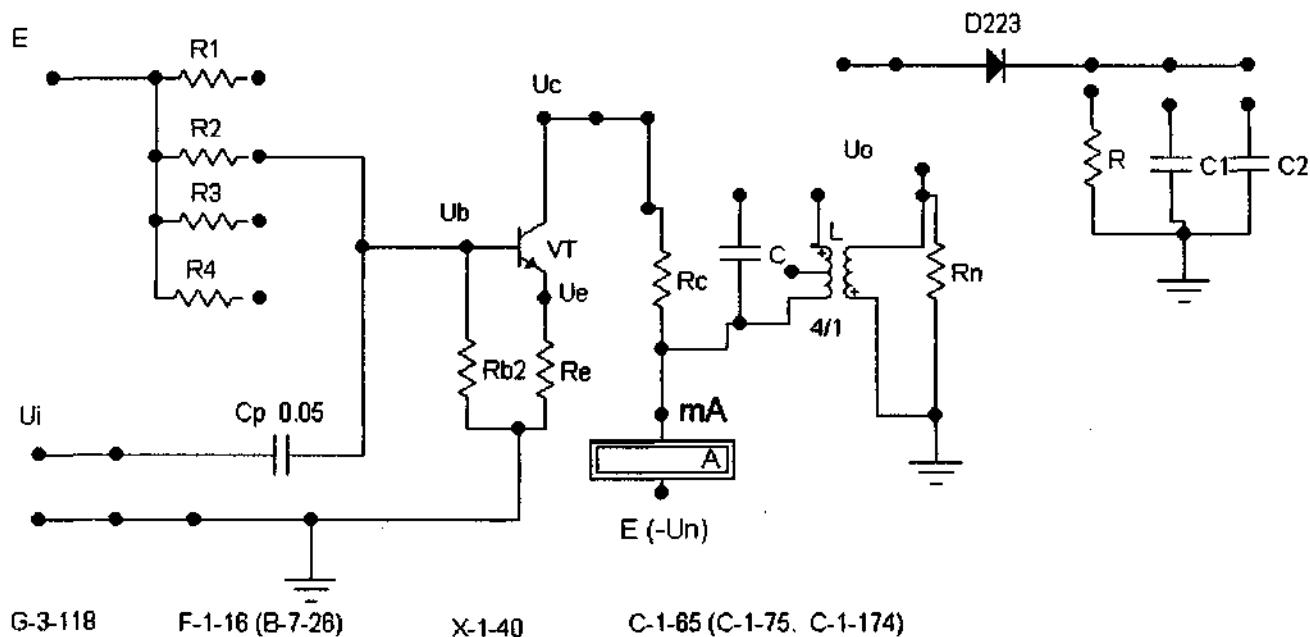

Рис.9. Схема лабораторного макета.
2.2. Описание схемы макета рис.9.
На макете включить вместо R_C колебательный контур, рис.9. Определить рабочую точку I_{oc} и U_{oc} . Настроить генератор ГЗ-118 на резонансную частоту f_0 по максимальному напряжению U_{mc} на выходе усилителя при U_{mi} не более 15 мВ. Определить максимальный коэффициент усиления и полосу частот в которой усиление уменьшается на -3дБ , а фаза изменяется на ± 45 град. Измерение провести при полном и частичном включении контура в коллекторную цепь транзистора. Вычислить полное сопротивление контура путем деления коэффициента усиления на крутизну характеристики S , измеренную ранее. При частичном включении контура $P=0.5$ сопротивление контура включенное в цепь коллектора уменьшается в 4 раза.